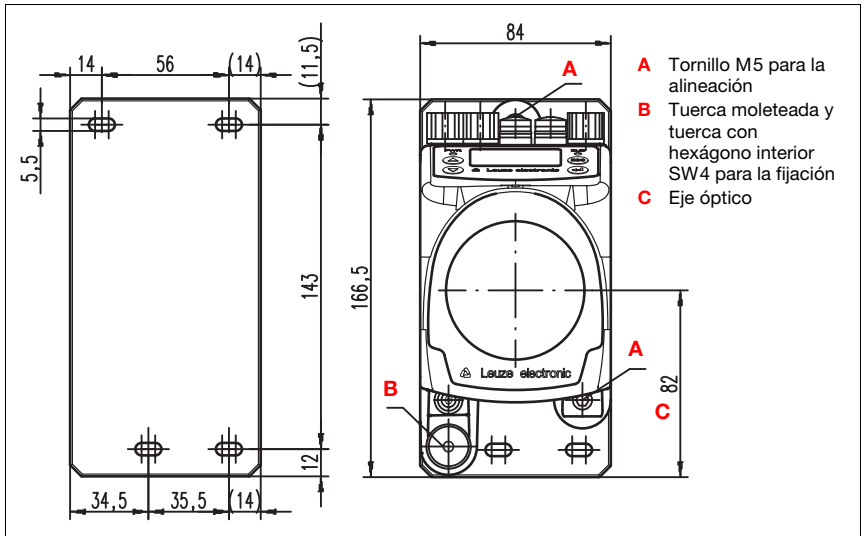

Figura 5.2: Montaje del equipo
El punto de haz láser se alinea de tal forma que en la medición de distancia máxima y mínima éste siempre llegue al medio del reflector opuesto. **Para la alineación, use los dos tornillos de cabeza hexagonal M5 («A» en figura 5.2).** Asegúrese de que durante la alineación estén ampliamente abiertas la tuerca moleteada y la contratuerca ("B" en figura 5.2).
*Para que la alineación del sistema de medición por láser no se desajuste en el funcionamiento continuo, apriete a mano la tuerca moleteada y fíjela bien con la tuerca con hexágono interior SW4 («B» en figura 5.2). La tuerca moleteada y la tuerca deben apretarse sólo después del ajuste.*